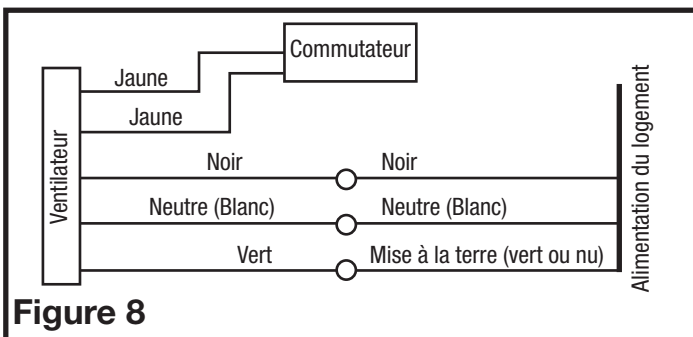

Figure 8
2. **Ventilation continue:** Pour les ventilateurs à deux vitesses, raccordés pour une ventilation continue. Connectez le fil blanc du ventilateur au fil blanc (neutre) de la source d'alimentation. Connectez le fil de terre de la maison au fil vert du boîtier du ventilateur. Connectez le fil noir du ventilateur au fil noir (chaud) de la source d'alimentation. Reliez le fil jaune chaud du ventilateur à l'entrée de l'interrupteur. Connectez le deuxième fil jaune du ventilateur au côté de sortie du commutateur. Fermer l'interrupteur changera la vitesse de normale à haute vitesse (Figure 8).